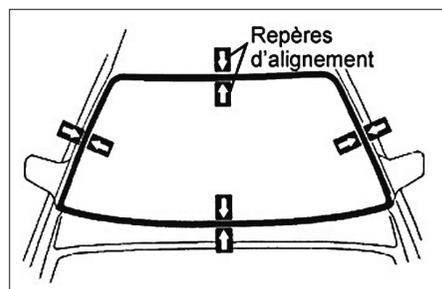

FIG. 140
- Tracer des repères comme illustré (Fig.140).